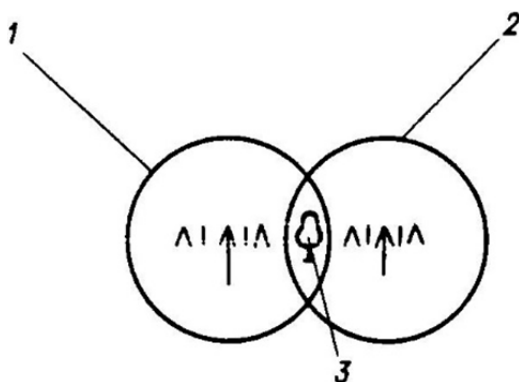

Рис. 2.29. Схема постановки широкой дымовой завесы:
– повернуть башню влево (вправо) до совмещения ориентира (рис. 2.29) с правым (левым) краем поля зрения (примерно на 135 тд.) и произвести пуск второй группы.